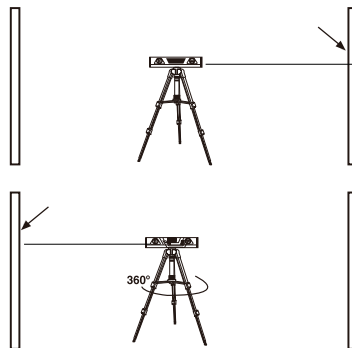

Рис.13
5) Лазерный излучатель спроецирует точку на заданную поверхность (см. рис.13). Размер и форма лазерной точки будет зависеть от температуры, расстояния и материала заданной поверхности.